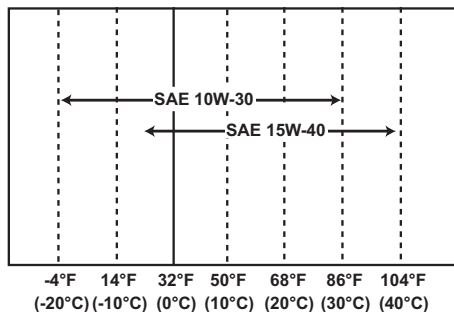

Figura 5
- Seleccione a viscosidade do óleo baseando-se na temperatura ambiente onde o motor está a funcionar. Veja o Gráfico de Viscosidade da Qualidade de Serviço da SAE (**Figura 5**).